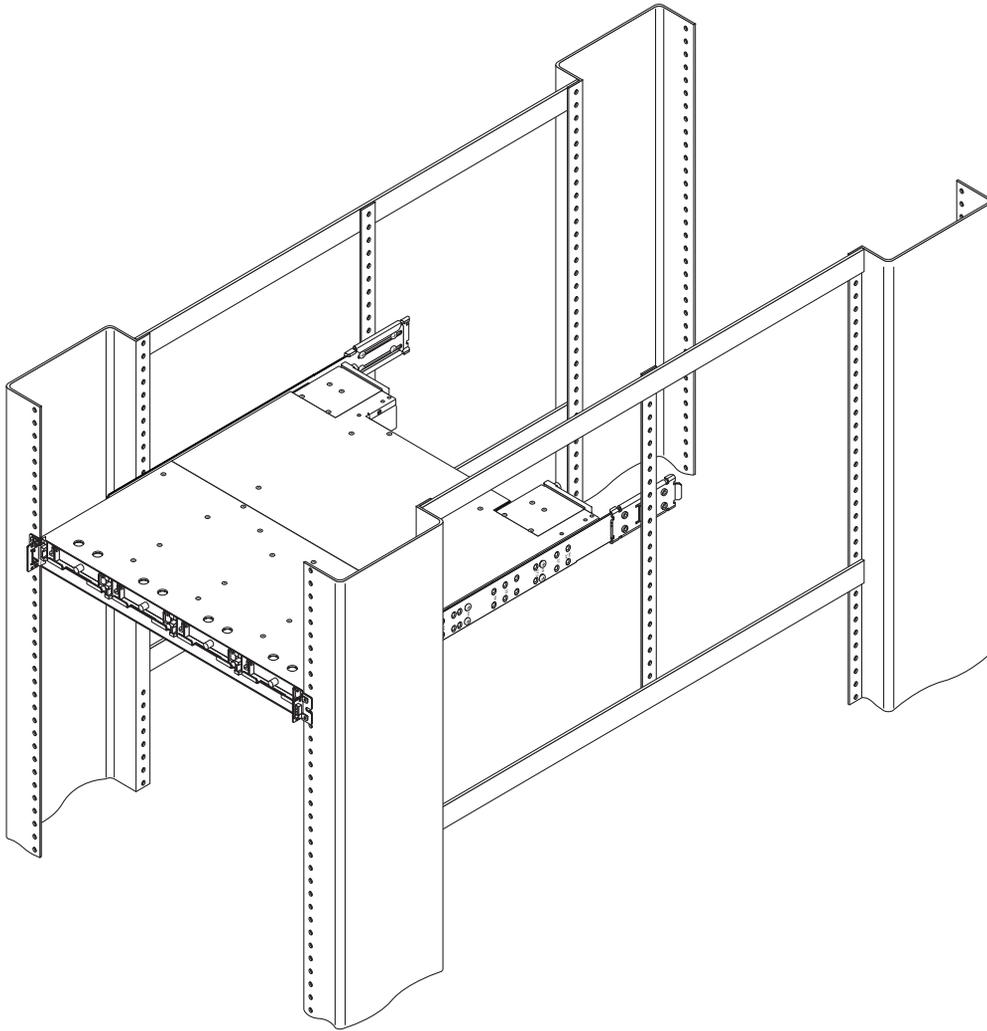

图 2-2 用中部支架安装完成之后，不带机箱帽和前盖、通过机架安装的机柜阵列
- 可以用中部支架和侧面支架将 24.5 英寸（62.22 厘米）的阵列装入机柜。图 2-2 所示是用中部支架和侧面支架将一台 Sun StorEdge 3000 系列 1U 阵列安装在 Sun Fire 机柜中的情形。
安装过程中请参见表 2-1 中所列部件以及图 2-2 的示意图。该表给出了在机柜中安装阵列所需的主要组件和紧固件。